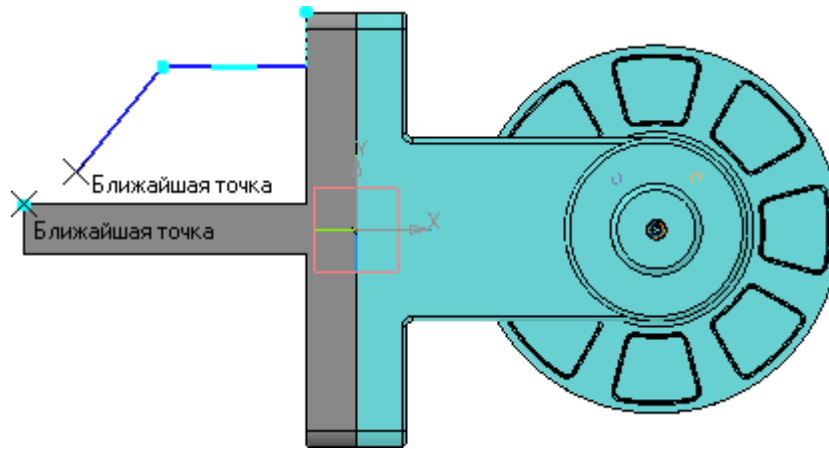

Рисунок 10.
- Укажите проекционную точку на опорной площадке и конечную точку наклонного отрезка (рис.10).